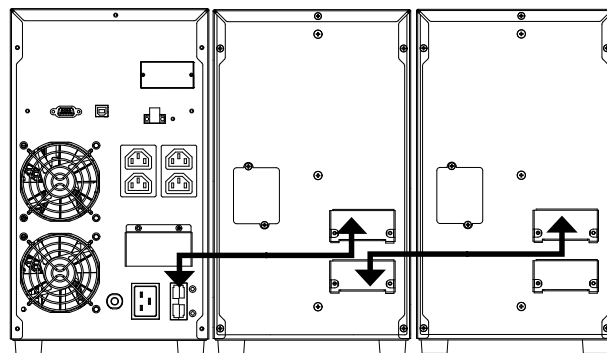

Abb. 8. Anschluss mit Batteriemodulen.
- Der Anschluss des Batteriemoduls mit der USV wird über einen Schlauch mit polarisierten Steckern an beiden Enden, der mit dem Batteriemodul mitgeliefert wird, durchgeführt. Den Stecker an einem Ende des Schlauchs in die jeweilige SPS ADVANCE T-Buchse und den Stecker des anderen Endes in die Buchse des Batteriemoduls stecken (siehe Abb. 8). Ebenso können die Batteriemodule parallel angeschlossen werden, da jedes Modul über zwei Stecker verfügt. Alle Stecker müssen mit den Schrauben an Ihrer Anlage befestigt werden, die die Schutzabdeckung jedes Steckers in der USV oder im Batteriemodul halten.
- In der Abb. 8 wird beispielhaft der Anschluss von einem Gerät mit 3 kVA, mit zwei Batteriemodulen, dargestellt. Für eine größere Anzahl so ähnlich wie in der Abbildung dargestellt vorgehen.